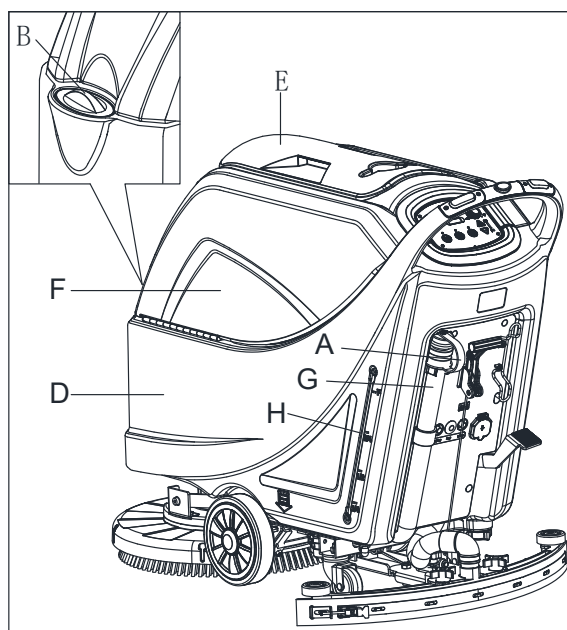

Рисунок 7
1. Откройте крышку входного отверстия для воды (В, Рисунок 7).